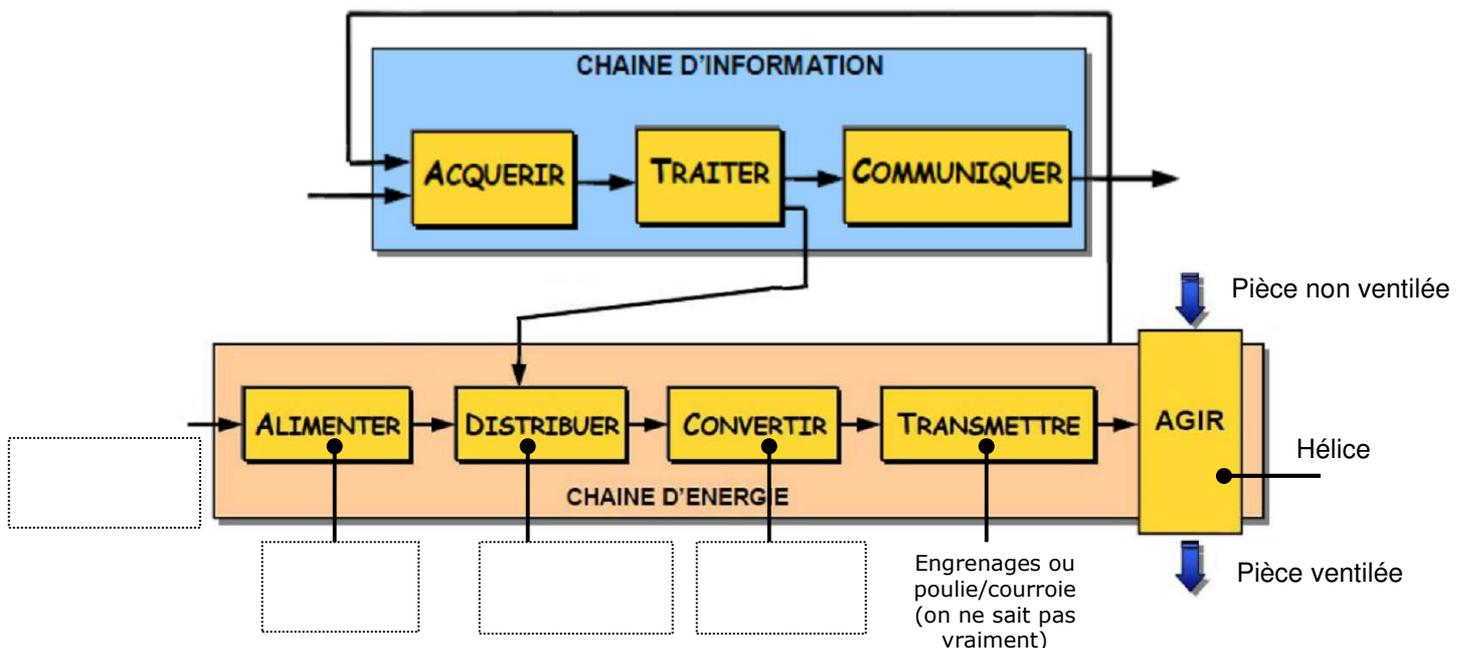

Figure 3 : chaîne fonctionnelle du ventilateur de base
**Q4 – Compléter** la chaîne fonctionnelle figure 3.